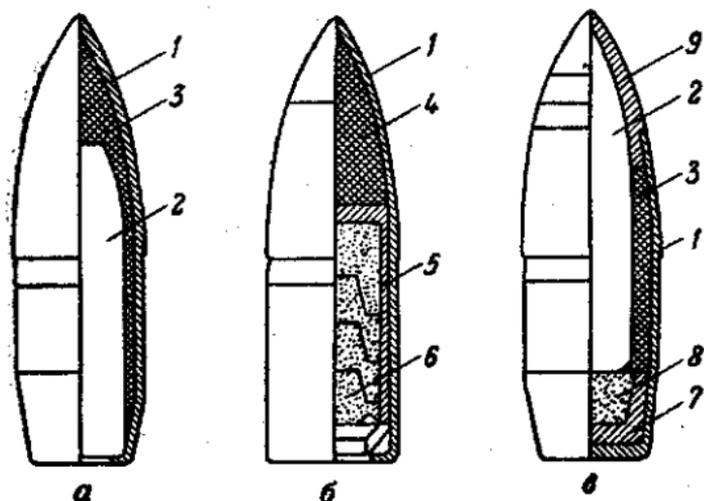

Рис. 42. Пули:
**Обыкновенная пуля** (рис. 42, а) предназначена для поражения живой силы противника, расположенной открыто и за масками, пробиваемыми пулей.
**Трассирующая пуля** (рис. 42, б) предназначена для поражения живой силы противника. Кроме того, при полете в воздухе она на дальностях стрельбы до 800 м оставляет светящийся след, что позволяет производить корректирование огня и целеуказание.
**Броневойно-зажигательная пуля** (рис. 42, в) предназначена для зажигания горючих жид-